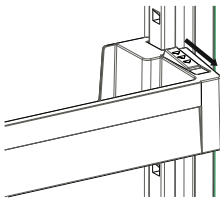

Fig.1
**Para cambiar la posición del Adapti-Lift,** coja la parte inferior de la estantería y tire de los botones laterales de la estantería de la puerta en la dirección de la flecha (Fig. 1)